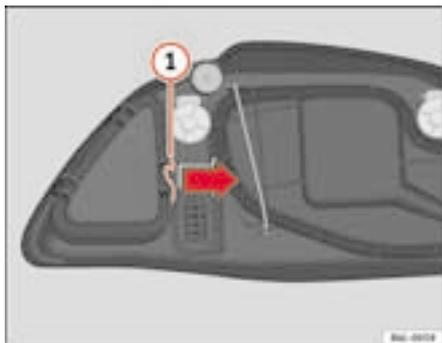

Fig. 151 Indicatore di direzione
- Far scorrere il tirante ① ⇒ fig. 151 nel senso della freccia e sfilare la chiusura.